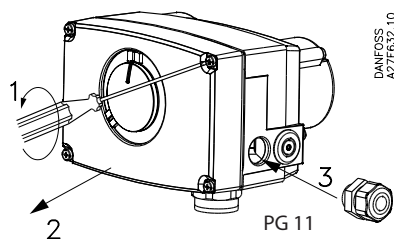

Fig. 3
Montere ikke med vandret spindel og SMV/SMVE-motorens eltilslutning pegende opad (fig. 3). SMV/SMVE-motoren spændes fast på MEV/MRV-motorventilens hals med en omløber (NV 32) (max. 25 Nm), ved at bruge trykstiftpakdåsen (NV 22) som modhold (fig. 1).
2. De fire skruer i låget løsnes. (Se fig. 3)
SMV/SMVE leveres monteret med 2 blindpropper. Der skal monteres 1 eller 2 stk. PG 11 forskruninger afhængig af det antal kabler der monteres. Se fig. 3.